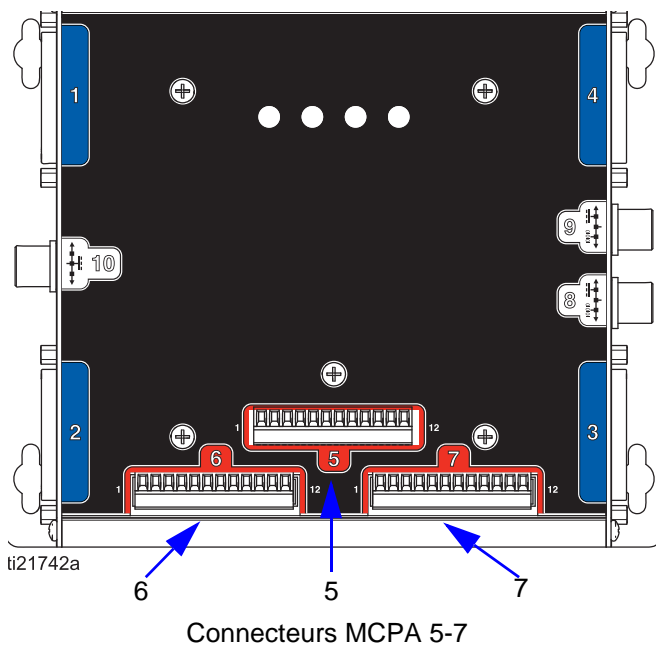

Fig. 3. Module de commande de produit amélioré
4. Raccorder l'autre extrémité du câble (5 in [127 mm]) aux bornes correspondantes du MCPA du boîtier de commande à deux panneaux PD2K. Voir FIG. 3 et Tableau 2.